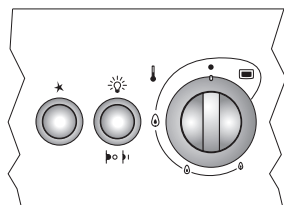

Fig. 1: Con opción de encendido electrónico
- b. Cocina con Encendido Electrónico con opción (Fig. 1): mantenga presionada la perilla y simultáneamente presione la opción de encendido hasta que se produzca el encendido del quemador. Luego suelte la opción de encendido y mantenga presionada la perilla unos segundos más para que el calor de la llama active la válvula de seguridad.